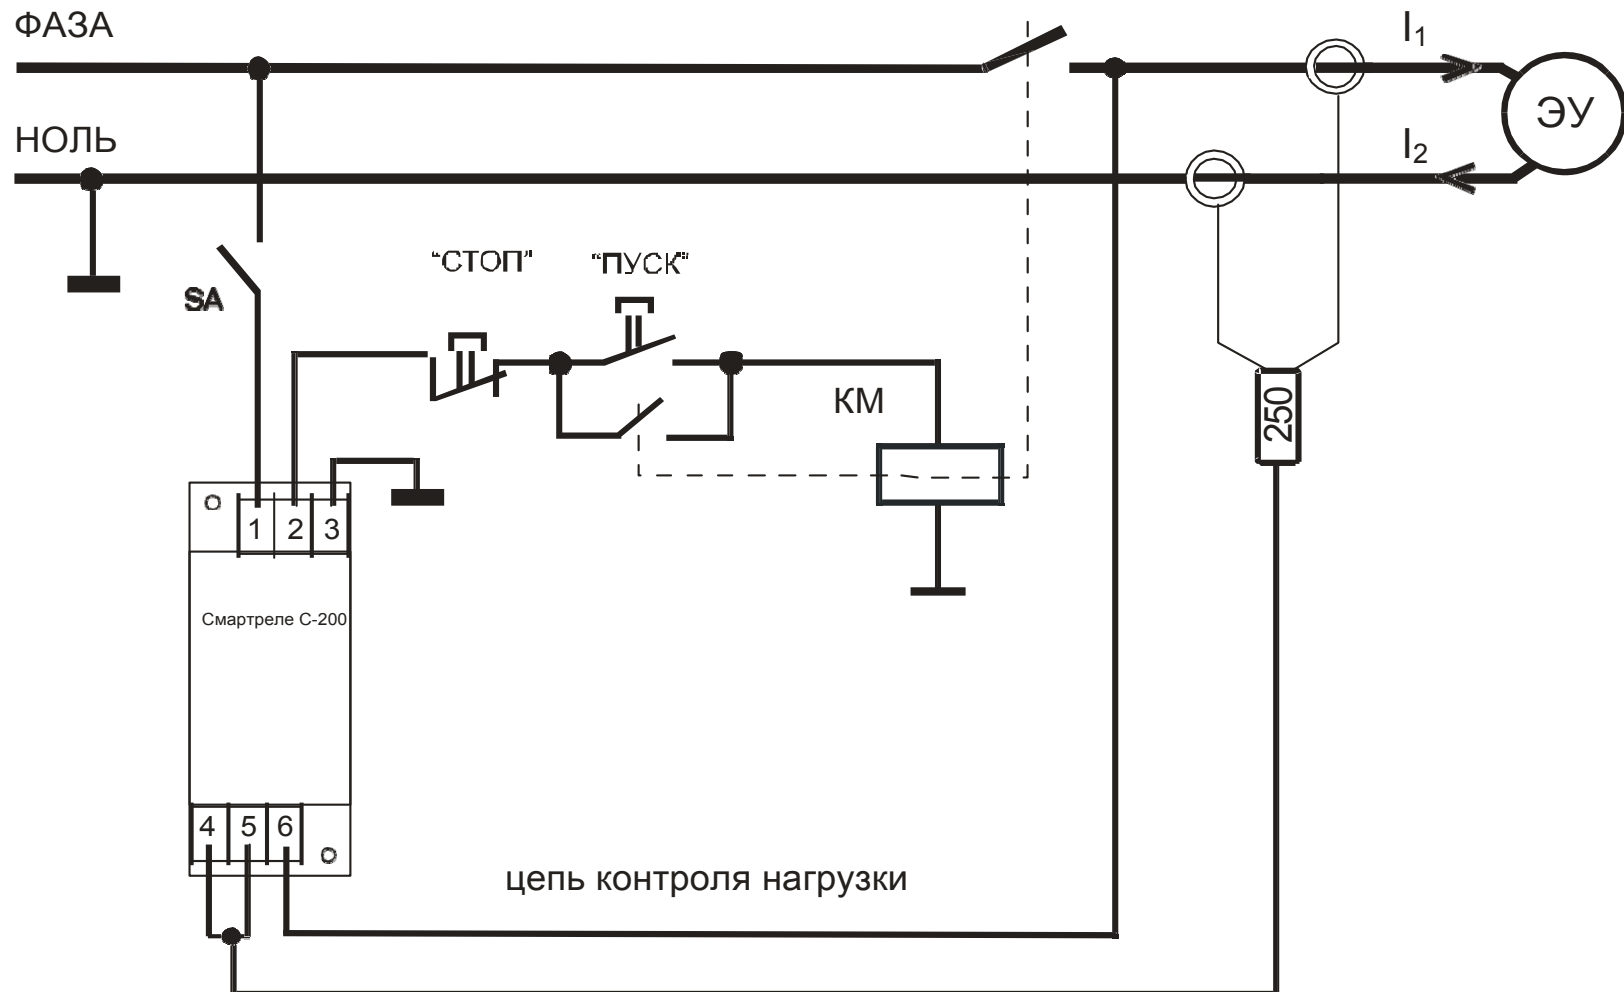

Рисунок 4 – типовая схема включения реле в систему управления электроустановки
7.4 Подключение реле производится в соответствии со схемой рис.4. Возможны другие варианты подключения, реле которые разрабатываются самим потребителем в зависимости от условий применения.